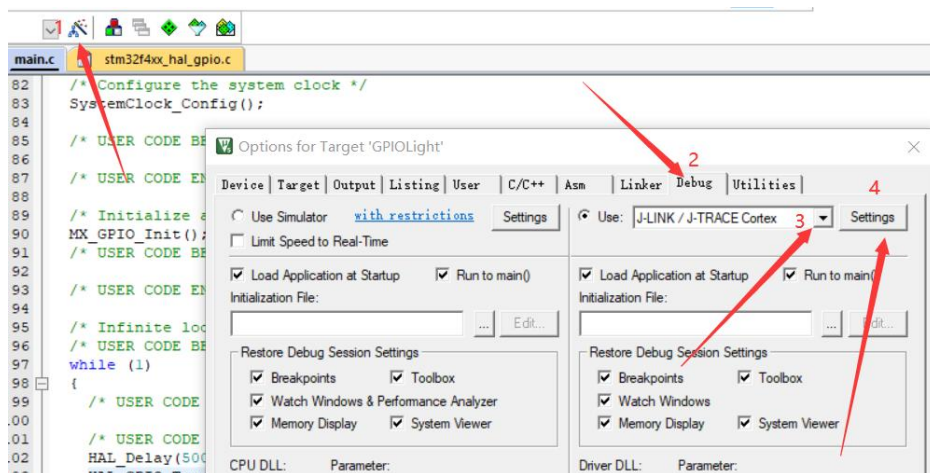
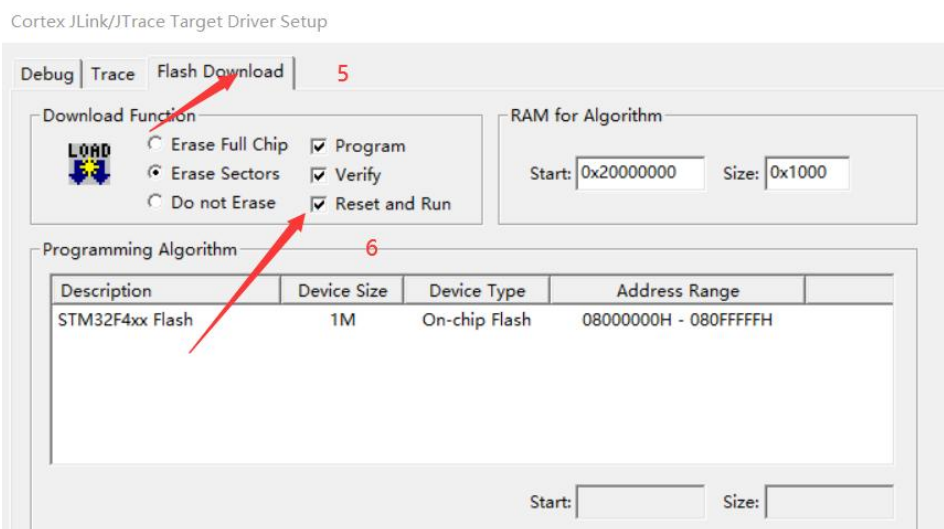

图 5.2.6 下载编译设置
图 5.2.7 下载编译设置
- 18) 打开生成的工程文件，配置仿真调试器，如下图 5.2.6 和图 5.2.7 所示，亦可参考实验一。